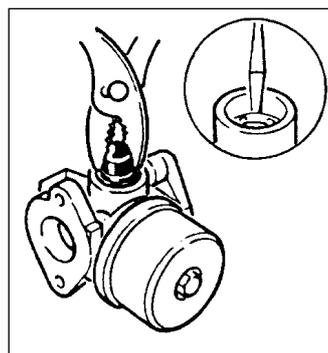

Abb. 24
**ANLASSPUMPENBÄLGE (PRIMER) (Abb. 24 u. 25)**